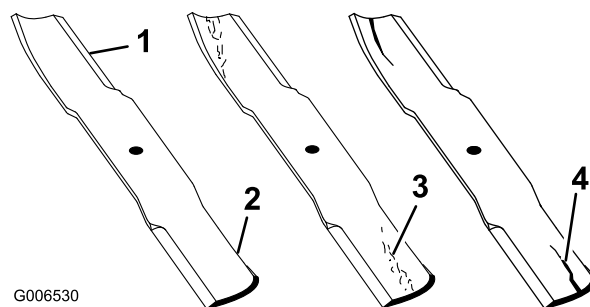

Figure 46
1. Examinez le tranchant des lames (Figure 46). Si les lames ne sont pas tranchantes ou si elles présentent des indentations, déposez-les et aiguisiez-les (voir Aiguisage des lames).
2. Inspectez les lames, surtout la partie incurvée (Figure 46). Remplacez immédiatement toute lame usée, endommagée ou qui présente une entaille (repère de la Figure 46).